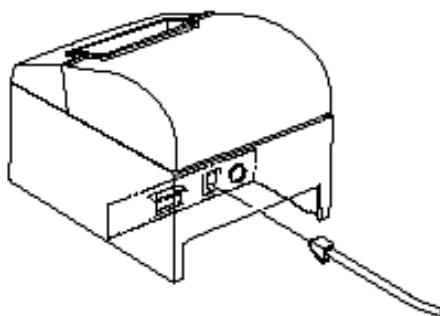

Рисунок 7.2 – Присоединение кабеля управления денежным ящиком к ККТ
7.1.2.1 Денежный ящик можно подключить к ККТ через указанный на рисунке разъем (Рисунок 7.2). Устройство разъема на кабеле управления денежным ящиком подробно описано в Приложении А настоящего руководства эксплуатации.
7.1.2.2 Присоединить кабель управления денежным ящиком к соответствующему разъему на задней стенке ККТ согласно рисунку (Рисунок 7.2).